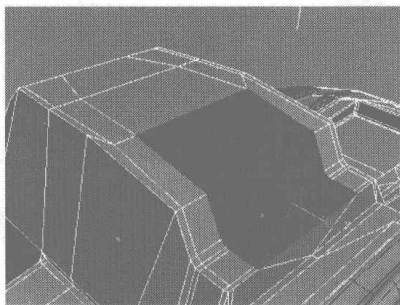
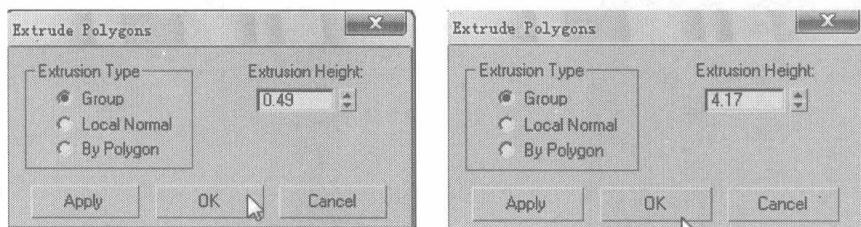

图 6.233
图 6.234
- 04 选择如图 6.233 所示的面，在 Edit Polygons 卷展栏中单击 **Extrude** 右侧的小按钮，在弹出的对话框中设置挤压参数，如图 6.234 所示。